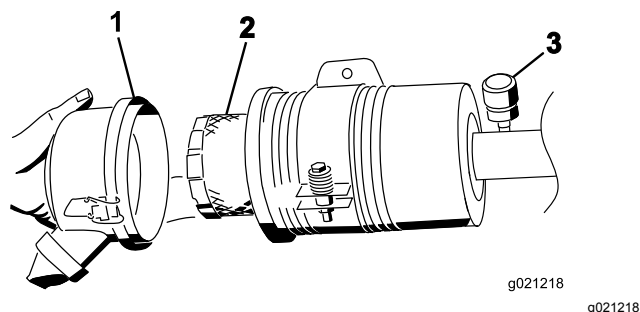

Figura 84
6. Retire e substitua o filtro (**Figura 84**).